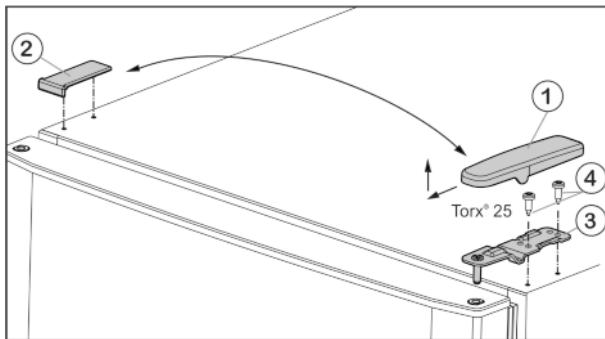

Fig. 4
- ▶ Abdeckung Fig. 4 (1) nach vorne und oben abziehen.
- ▶ Abdeckung Fig. 4 (2) abheben.
- ▶ Oberen Lagerbock Fig. 4 (3) abschrauben (2 mal Torx® 25) Fig. 4 (4) und nach oben abziehen.
- ▶ Oberen Lagerbock Fig. 4 (3) auf der neuen Scharnierseite in die Tür einsetzen.
- Oberen Lagerbock **fest** (mit 4 Nm) anschrauben (2 mal Torx® 25) *Fig. 4 (4)*. Eventuell einen Akkuschrauber verwenden.
- Abdeckung *Fig. 4 (1)* auf der Gegenseite von außen aufsetzen und einrasten.
- Abdeckung *Fig. 4 (2)* jeweils auf der Gegenseite von oben aufsetzen und einrasten.